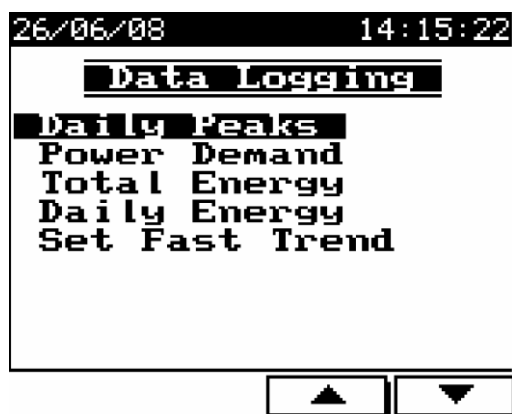

Рис. 8.1
2. Нажмите «Enter». На дисплее отобразится меню (рис. 8.1):